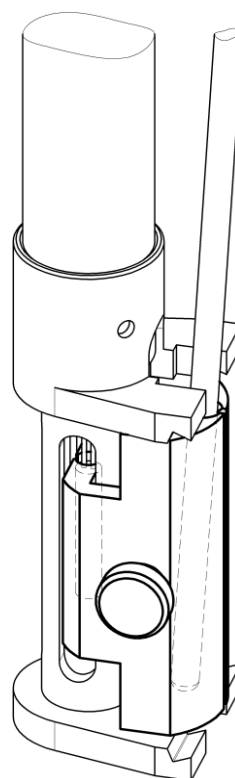

Рисунок 43 – Установка проверочного приспособления
- 3) установить на внутренний датчик температуры проверочное приспособление АИФ 6.152.140 так, чтобы основание опиралось на нижний захват и завернуть винт (см. рисунок 43) чтобы в дальнейшем без усилия установить образцовый термометр;